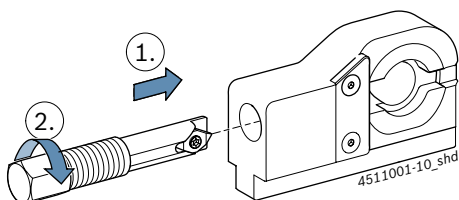

Fig. 11: Suklio tvirtinimas
4. Suklį įstumkite, kaip parodyta Fig. 11, į išmontavimo įrankį ir pasukite sriegį.